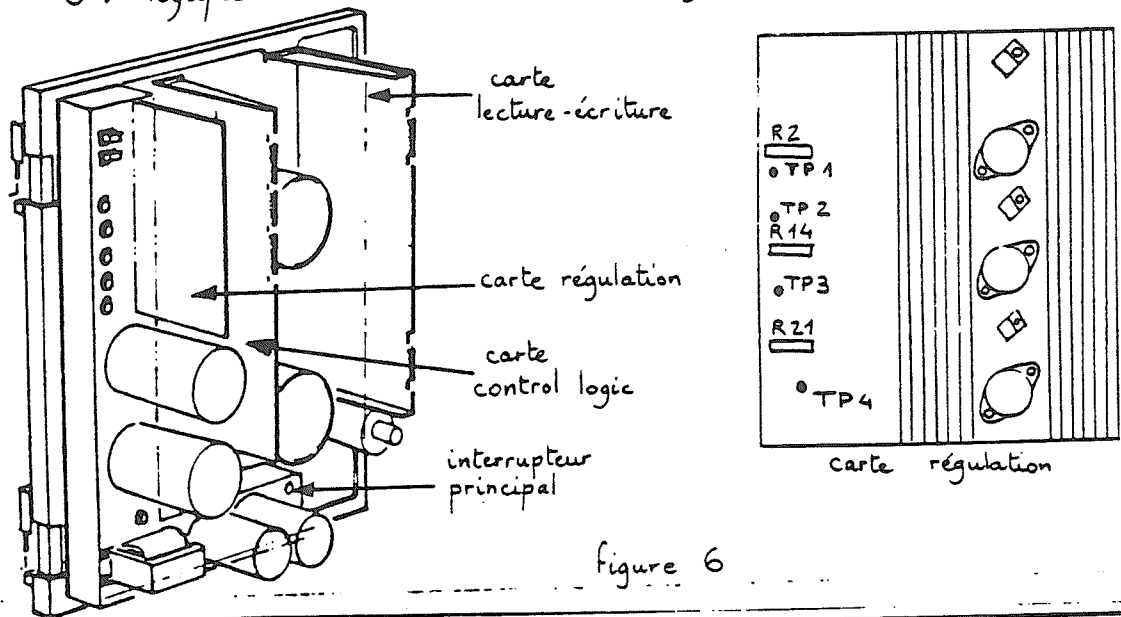

Figure 6
- 0V logique en TP4 de la carte régulation (voir fig.6)
- basculer l'interrupteur principal (fig. 6 et 10) sur "ON"
- 0 Volt en TP4 de la carte régulation (fig. 6)
- +5 Volts $\pm 0,05$ en TP1 carte régulation réglable par R2 (fig. 6)
- +19 Volts $\pm 3,8$ en TP 419 carte Control logic non réglable (fig. 6 et 9)